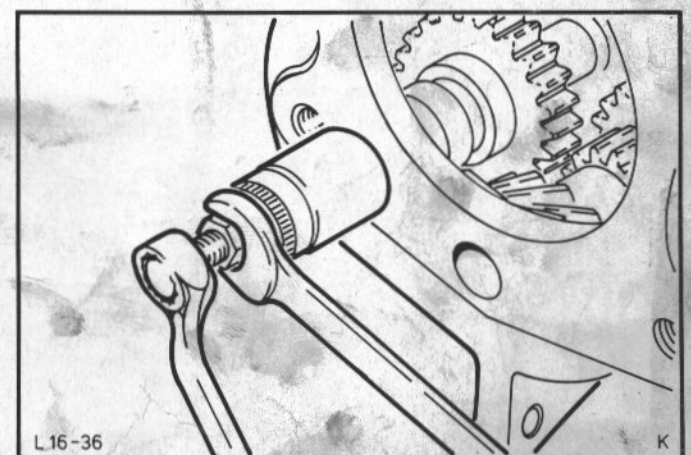

Abb.124 Welle-Rückwärtsgang herausziehen
19. Zwischenrad-Rückwärtsgang abbauen. Eine Schraube M8x60 mit montierter Mutter, Scheibe und einer Stecknuß in die Zwischenradachse einschrauben. Durch Anziehen der Mutter die Achse herausziehen, Abb.124.